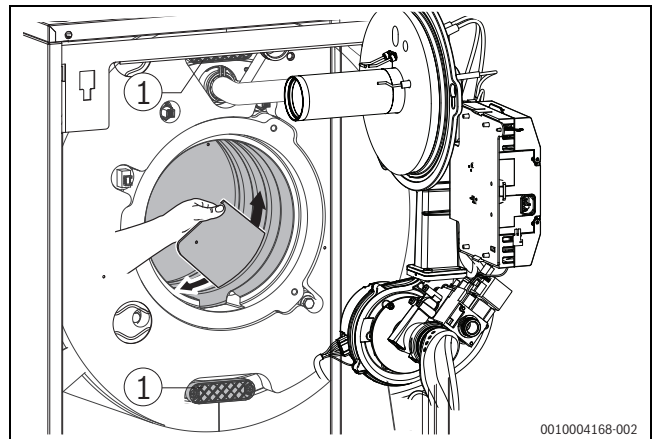
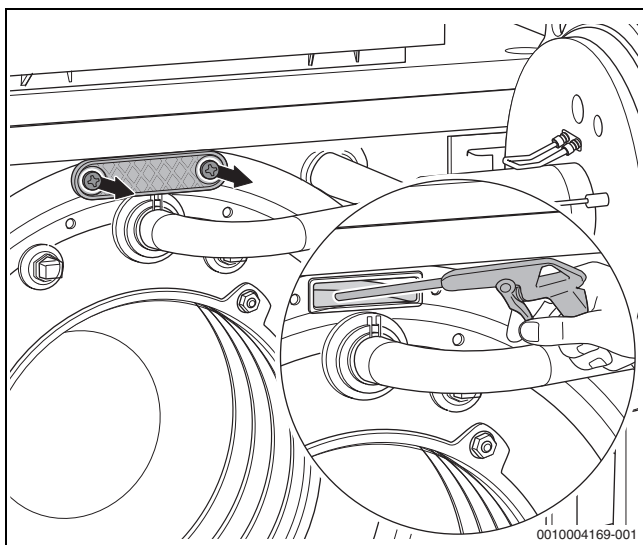

Bild 64 Heizgasspalte mit Reinigungsspachtel reinigen
Bild 65 Wärmetauscher mit Sprühlanze reinigen
- Reinigungsdeckel (→ Bild 64, Seite 40, [1] und Bild 65) abnehmen.
- Lose Partikel mit Wasser (z. B. Sprühlanze) aus Feuerraum und Abgasmantel spülen (→ Bild 65).
- ▶ Heizgasspalte mit Reinigungsspatel reinigen (→ Bild 64, Seite 40).